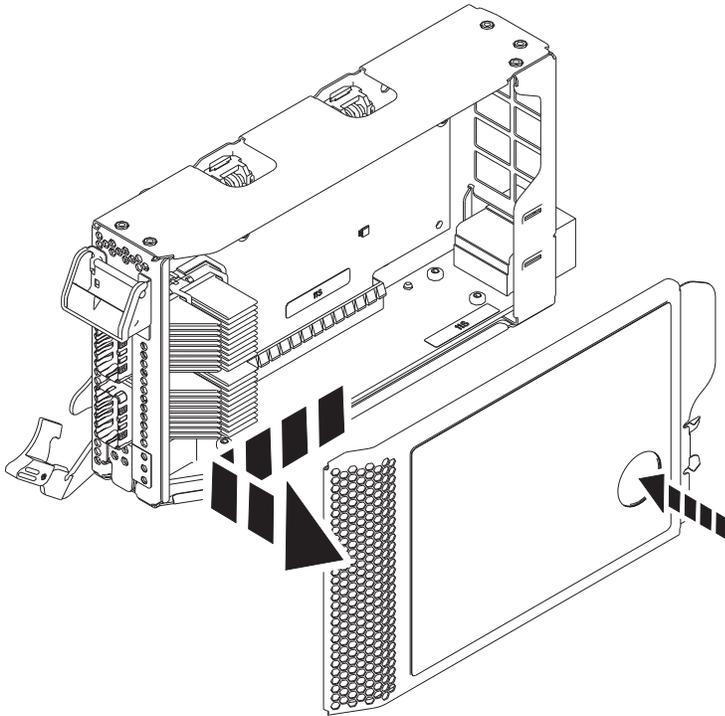

Abbildung 3. Kassettenabdeckung des PCIe-Adapters ausbauen
- a. Drücken Sie auf die terrakottafarbene Schaltfläche auf der Kassettenabdeckung, wie in Abb. 3 auf Seite 5 dargestellt, um die Abdeckung von der Kassette zu lösen.